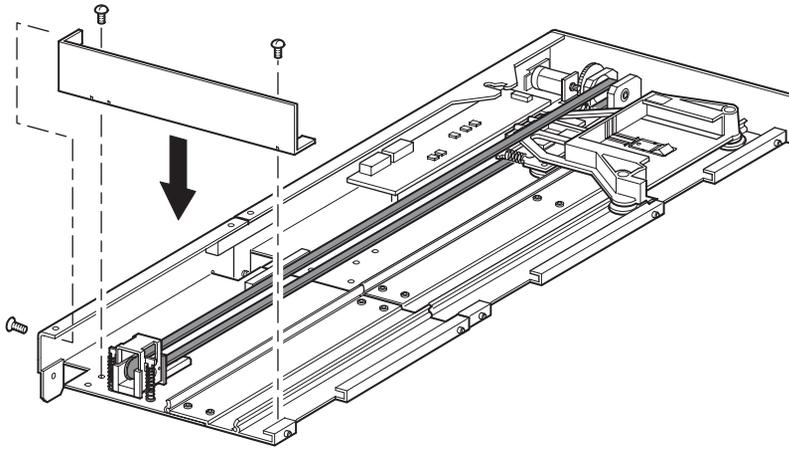

Figure 2–23 : Installation de la plaque inférieure
1. Utilisez la poignée tout en soutenant l'unité de base PTM par le dessous (voir Figure 2–9).